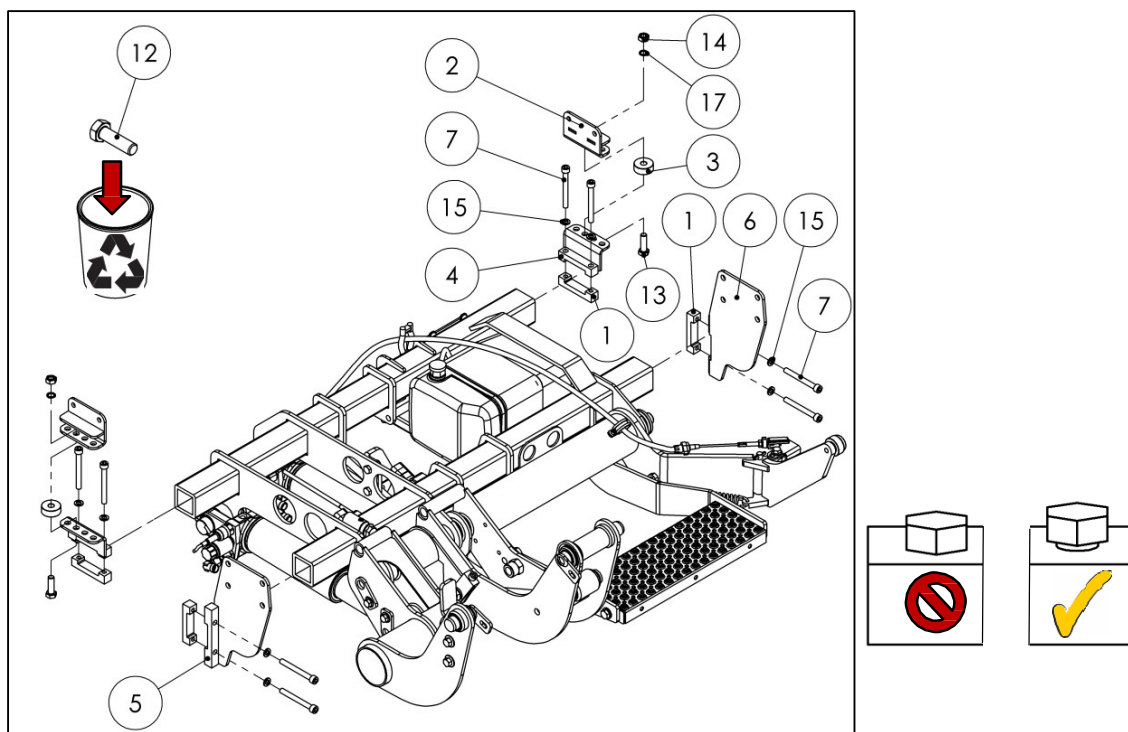
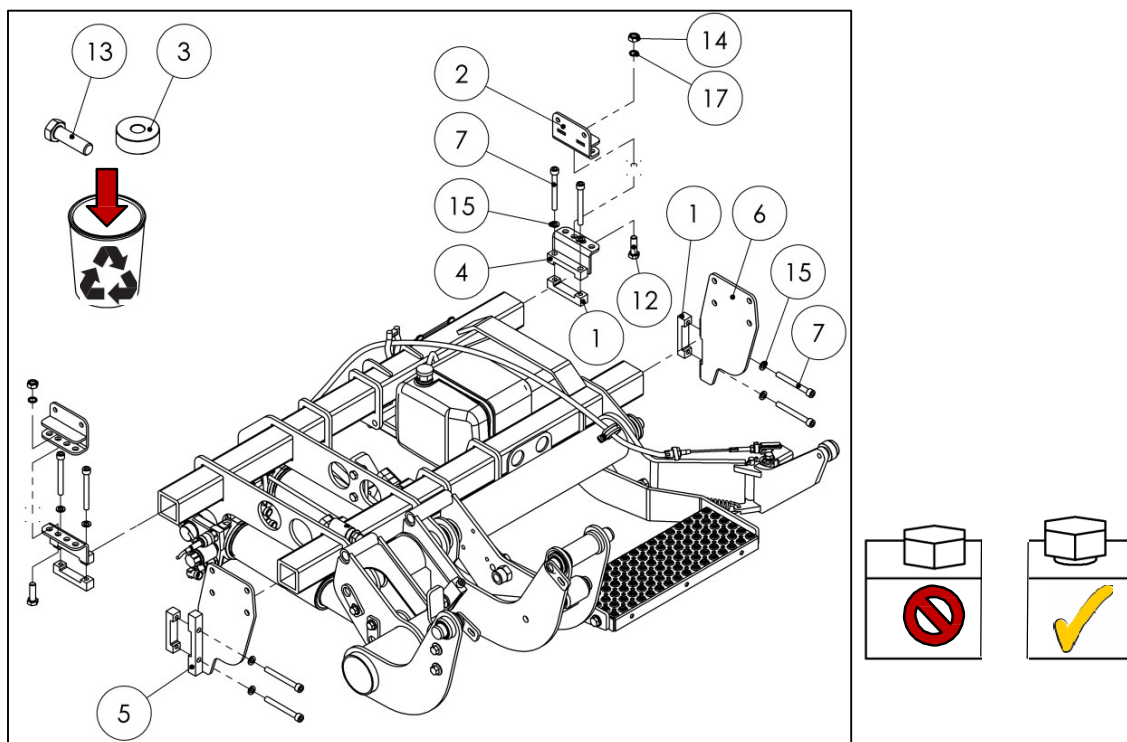

Fig. 11
Fig. 13
- Preinstale los adaptadores de instalación en el mecanismo de elevación como se muestra en la Fig. 11 o Fig. 13, apretando los accesorios a mano.
**IMPORTANTE:** Dependiendo del vehículo, elija la versión de instalación de 3,5 toneladas (ver Fig. 11) o 5 toneladas (ver Fig. 13).